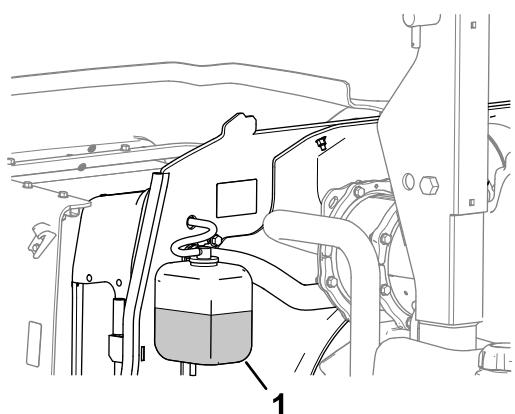

Bild 64
1. Prüfen Sie den Kühlmittelstand im Ausdehnungsgefäß (Bild 64).